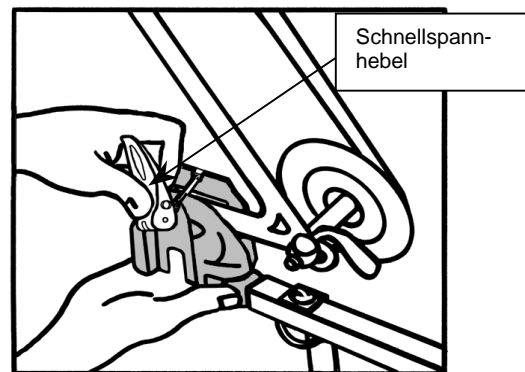

Abb.7
2. Den Schnellspannhebel in dieser Stellung durch Drehen im Uhrzeigersinn so fest anziehen, bis sich die Schnellspannachse nicht länger in die Nut senken lässt, wenn der Schnellspanner senkrecht steht. Den Schnellspannhebel gegen den Uhrzeigersinn um jeweils eine Umdrehung lösen, bis die Schnellspannachse bei senkrecht stehendem Schnellspannhebel exakt in die Nut passt (siehe Abb. 7).